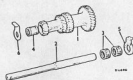

Abb. P.4
- (28) Bezug auf Punkt (18) nehmen. Abtriebswellenlager mit Werkzeug 180 579 (abgeändert) zwischen mit Abstand in die Mittelwange drücken.
- (29) Vorgelagerte Land mit Anlaufschleife der Standardgröße auf der einen Seite einbauen und Abstand auf der anderen Seite messen. Tabelle (Abb. P.4) beachten und richtige Anlaufschleife wählen, um ein Endspiel von zwischen 0,05 und 0,15 mm zu erzielen. Bei 3-Gang-Synchrontrieben ist die kleine Anlaufschleife Standardgröße, die große eine Wahlgröße; beim 4-Gang-Synchrontrieb genau umgekehrt.